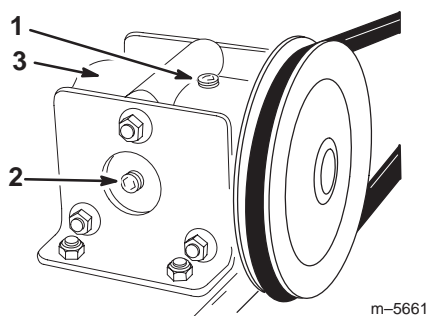

Figure 28
3. Enlevez le bouchon latéral du boîtier. Le niveau de liquide doit atteindre le trou latéral (Fig. 28).
5. Remettez les bouchons supérieur et latéral, après avoir enduit leurs filetages de produit d'étanchéité (Fig. 28).